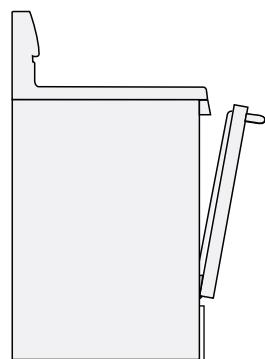

Fig. 3
6. **Laissez la porte du four ouverte** jusqu'à la position d'arrêt (fig. 3).